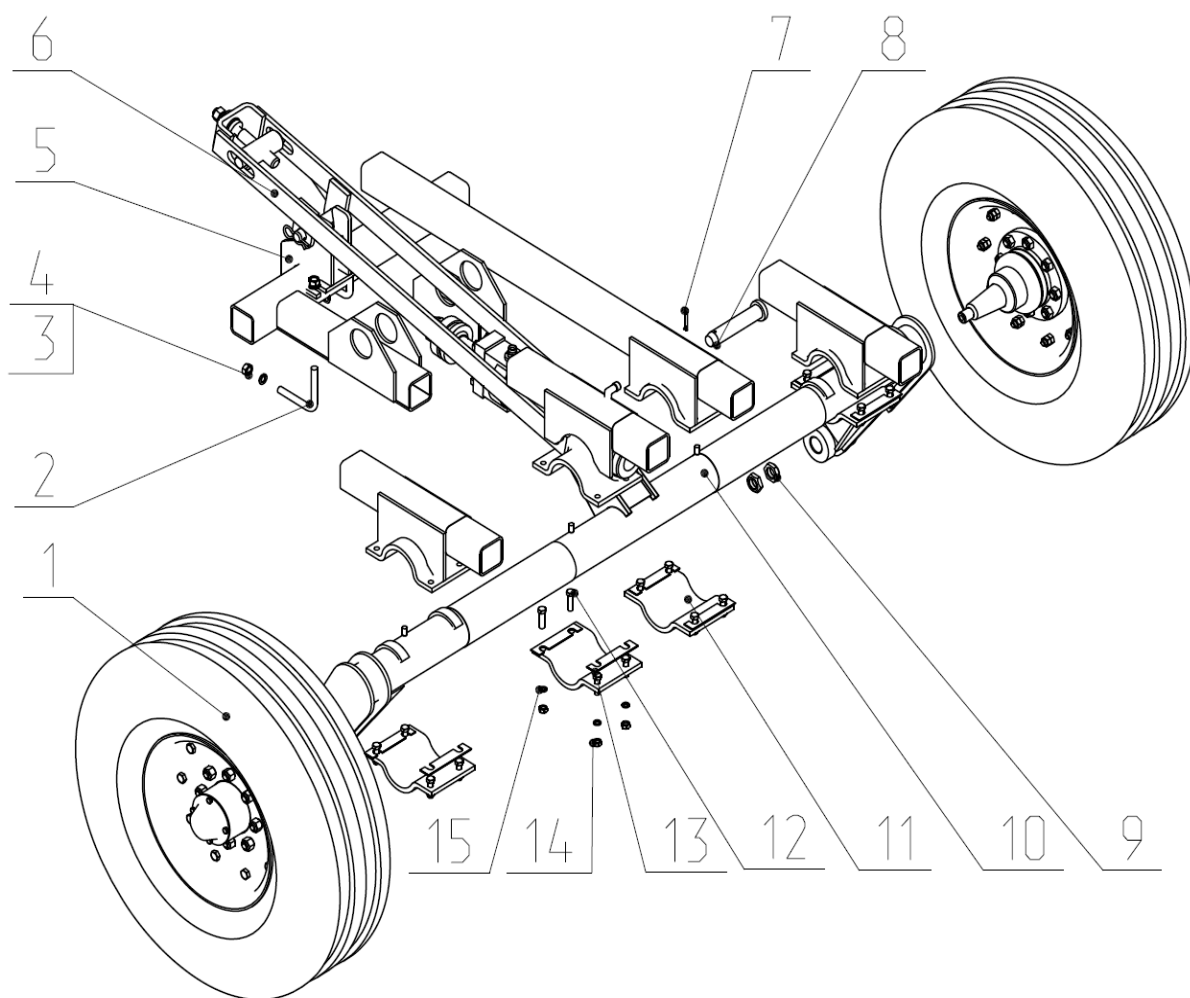
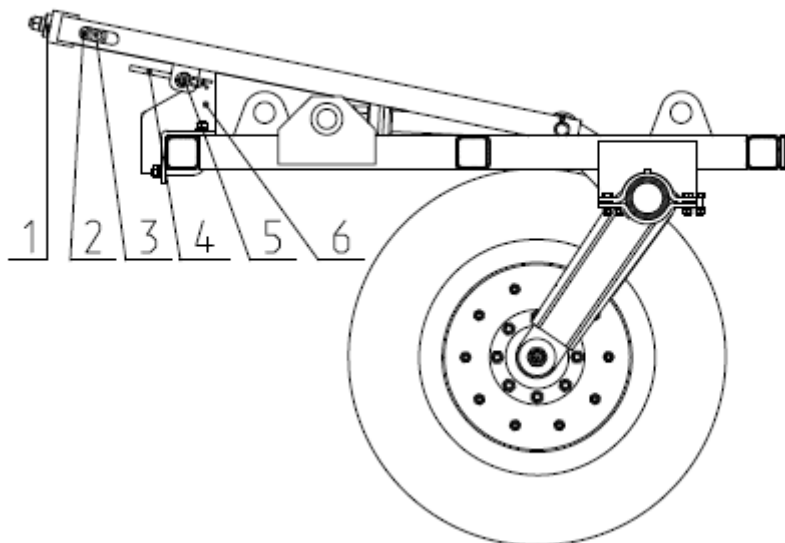

Рис.5 Колесная пара
Рис.6 Положение транспортного фиксатора при транспортировке культиватора.
2.7 Для очистки рабочих органов от земли и растительных остатков к культиватору прикладывается чистик (рис.5).
2.10. Колесная пара (Рис.5) служит опорной частью культиватора, так и для ограничения заглубления рабочих органов центральной секции при выполнении культивации.
2.10.2 Для блокировки колесной пары в транспортном положении служит транспортный фиксатор 2 (рис.6), который закрепляется в проушинах штанги осью 8 (рис.5), а другой частью через палец 4 (рис.6) входит в зацепление с упором 6. Положение транспортного фиксатора в транспортном положении см. рис.6.